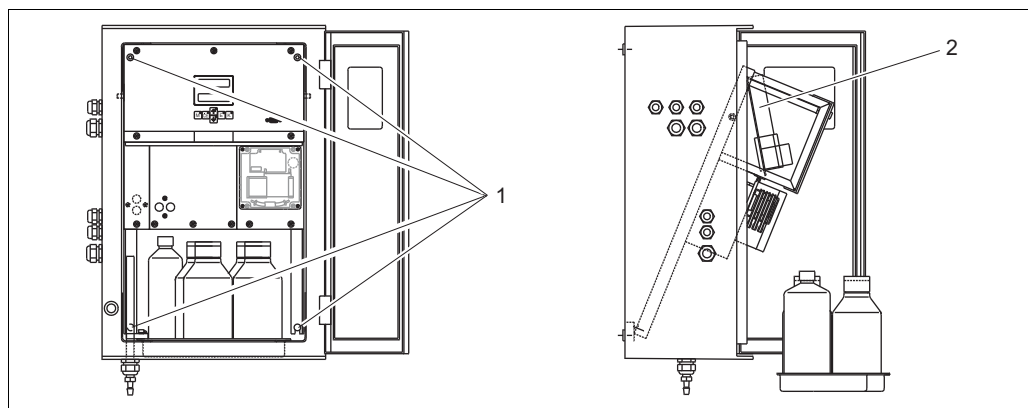

图 12: 前倾分析仪机架
1. 拧松分析仪底部的两颗内六角螺丝 (AF 6)，旋转 3-4 圈 (→ 图 12，部件 1)。